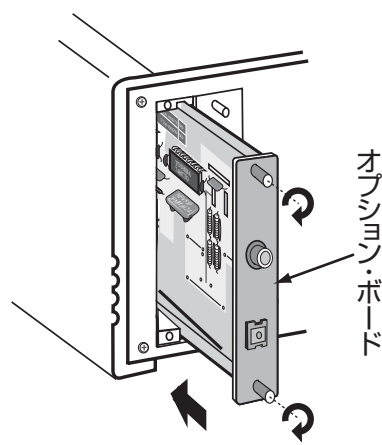

図2
- ❸ オプション用スロットの上下のガイドレールに沿って、オプション・ボードを挿入(図2 参照)します。コネクタに当たって止まったら、少し力を入れてコネクタを完全に差し込みます。(パネル面が同一になればOKです。)
- ❹ 上下のネジ2カ所で確実に固定します。